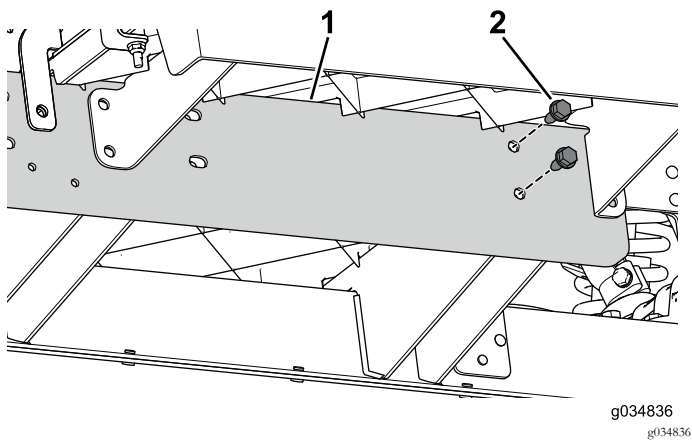

図 72
3. 車体前部のセンターチャンネルに、エクステンションレールを仮止めするボルト5/16 x 3/4 インチ2本を使う図 72。